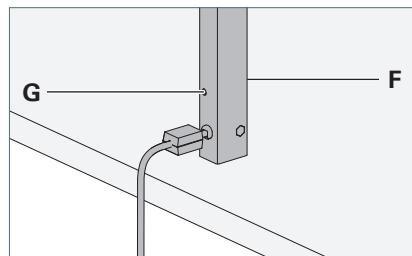

Fig. 6: Regolazione dell'inclinazione del tubo verticale.
- ▶ Servendosi di una chiave a brugola, accertarsi che entrambe le viti **F** e **G** siano serrate in senso orario, vedi Fig. 6.